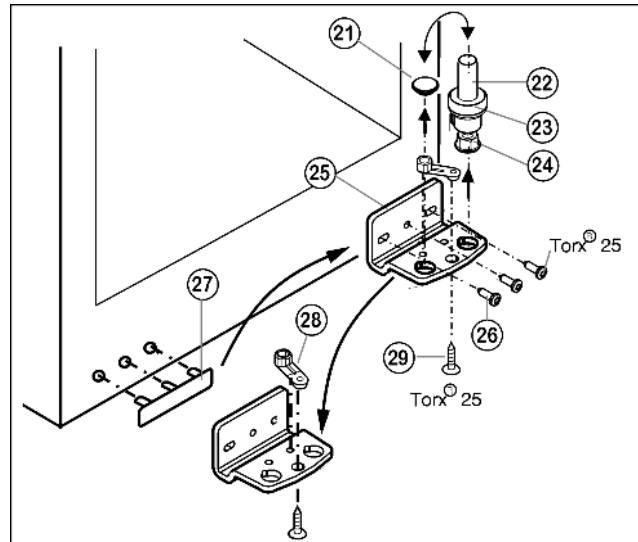

Fig. 6
- Зніміть, потягнувши догори, опорний гвинт Fig. 6 (22) у комплекті, разом з шайбою Fig. 6 (23) та установочною ніжкою Fig. 6 (24).
- Зніміть Fig. 6 (21) пробку.
- Відгвинтіть Fig. 6 (26) опорний кронштейн Fig. 6 (25).
- Відкрутіть Fig. 6 (29) опорну деталь Fig. 6 (28) і вставте в протилежний отвір опорного кронштейну, знову пригвинтіть.
- Обережно зніміть кришку з боку ручки Fig. 6 (27) і переставте на протилежний бік.
- Пригвинтіть опорний кронштейн Fig. 6 (25) на новий бік шарніра (з моментом 4 Нм). За потреби використовуйте викрутку з акумулятором.
- Вставте пробку Fig. 6 (21) в отвір, що залишився вільним.
- Встановіть на місце опорний гвинт Fig. 6 (22) у комплекті, разом з шайбою та установочною ніжкою. При цьому виступ фіксатора повинен бути спрямований назад.
- ▶ Витягніть пробки (33) із втулок на дверцятах і переставте їх.
- ▶ Зніміть ручку дверцят (32), пробки (33) та пластини* (34) і переставте на протилежний бік.
- ▶ Встановіть дверцята згори на нижній опорний гвинт Fig. 6 (22).
- ▶ Встановіть верхній опорний кронштейн (12) в дверцята на новий бік шарніра.
- ▶ Пригвинтіть верхній опорний кронштейн (12) (з моментом 4 Нм) гвинтами (2 шт. Torx® 25) (13). Попередньо зробіть отвори для гвинтів або використовуйте викрутку з акумулятором.
- ▶ Кришку (10) та кришку (11) зафіксуйте з протилежного боку.
- ▶ У разі необхідності за допомогою двох довгастих отворів на опорному кронштейні знизу Fig. 6 (25) встановіть дверцята на одній осі з корпусом. Для цього викрутіть середній гвинт.